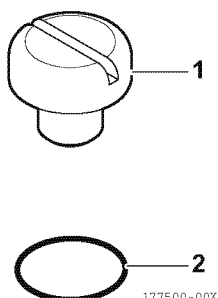

Figura 24
15. Installare il nuovo O-ring (2, **Figura 24**) sul tappo (1, **Figura 24**).